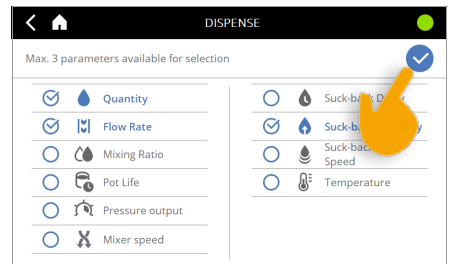

Fig. 63
- ▶ Save the settings (Fig. 63).